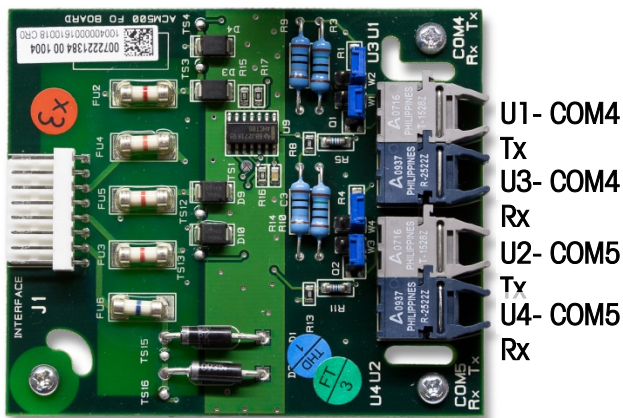
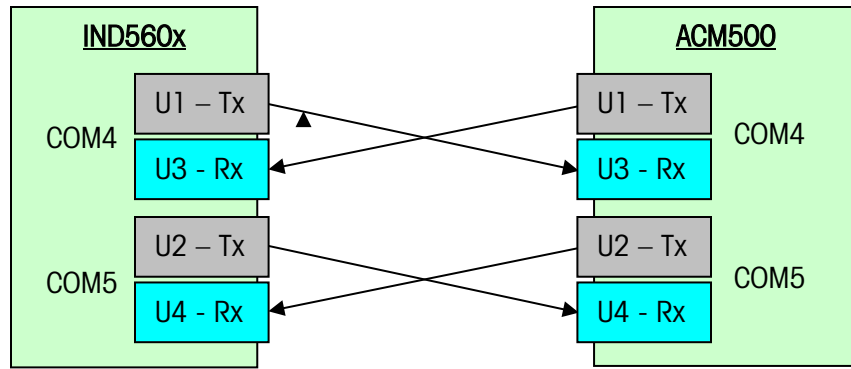

Figura 3-9: Placa de Interface de Fibra Óptica
Figura 3-10: Diagrama de Conexão de Cabo de Fibra Óptica
3. Ao conectar os cabos de fibra óptica para COM4, determine que dois cabos de fibra óptica venham da porta COM4 do IND560x. Conecte o cabo de fibra óptica a partir do transmissor de COM4 IND560x (**U1**) no receptor de COM4 do ACM500 (**U3**) e o cabo do receptor de COM4 de IND560x (**U3**) no transmissor de COM4 do ACM500(**U1**). Consulte a Figura 3-9 para ajudar a identificar os transmissores e receptores na placa de interface de fibra óptica do ACM500. A Figura 3-10 mostra a fiação correta entre o IND560x e o ACM500.
4. Ao instalar uma conexão para a COM5, determine que dois cabos de fibra óptica vêm da porta COM5 do IND560x. Conecte o cabo de fibra óptica do transmissor de COM5 IND560x (**U2**) no receptor de COM5 do ACM500 (**U4**) e o cabo do receptor de COM5 do IND560x (**U4**) no transmissor de COM4 do ACM500(**U1**). A Figura 3-10 mostra a fiação correta entre o IND560x e o ACM500.